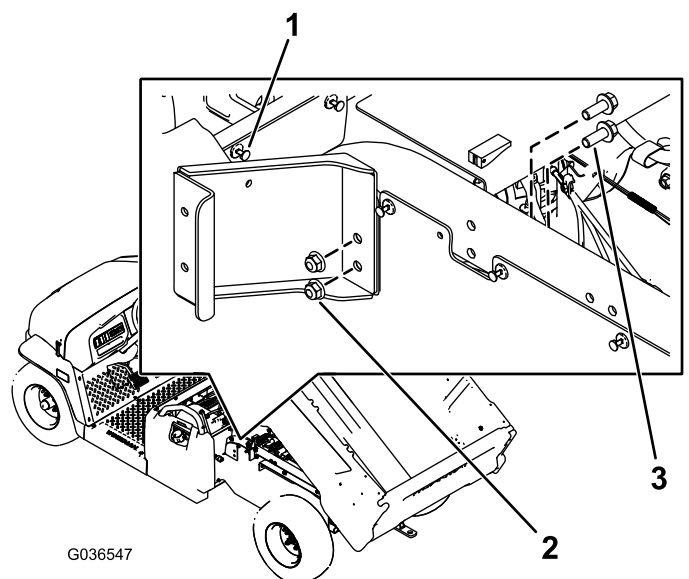

Figure 1
- A. Enlevez le rivet du panneau gauche derrière le socle du siège arrière (Figure 1).
- B. Montez le support à anse gauche au moyen de 2 boulons à embase hexagonale (3/8" x 1") et 2 écrous (3/8"), comme montré à la Figure 1.